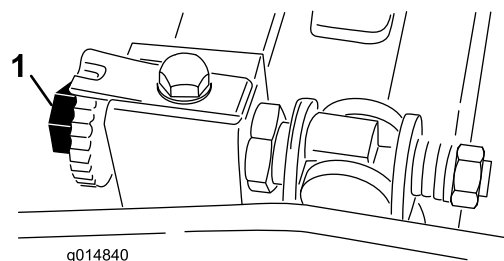

Figura 45
3. Ruotate il cilindro in modo che una lama intersechi il tagliente della controlama tra la prima e la seconda testa della vite della controlama sul lato destro dell'apparato di taglio (Figura 45).
6. Ruotate la vite di regolazione della barra di appoggio destra fino a quando non sentite una leggera pressione (cioè resistenza) sullo spessore facendolo scorrere da lato a lato (Figura 45).